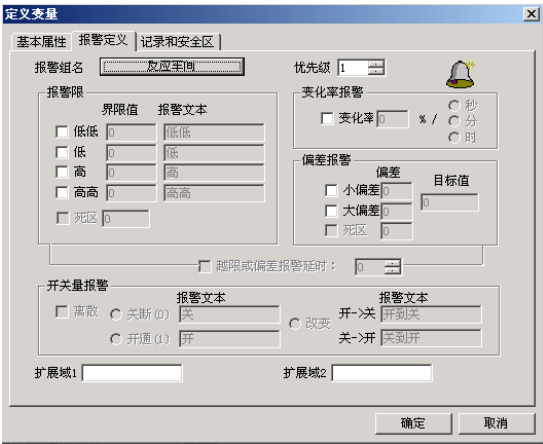

图 5-3 报警属性定义窗口
- 1、在数据词典中选择“原料油液位”变量，双击此变量，在弹出的“定义变量”对话框中单击“报警定义”选项卡，如图 5-3 所示：